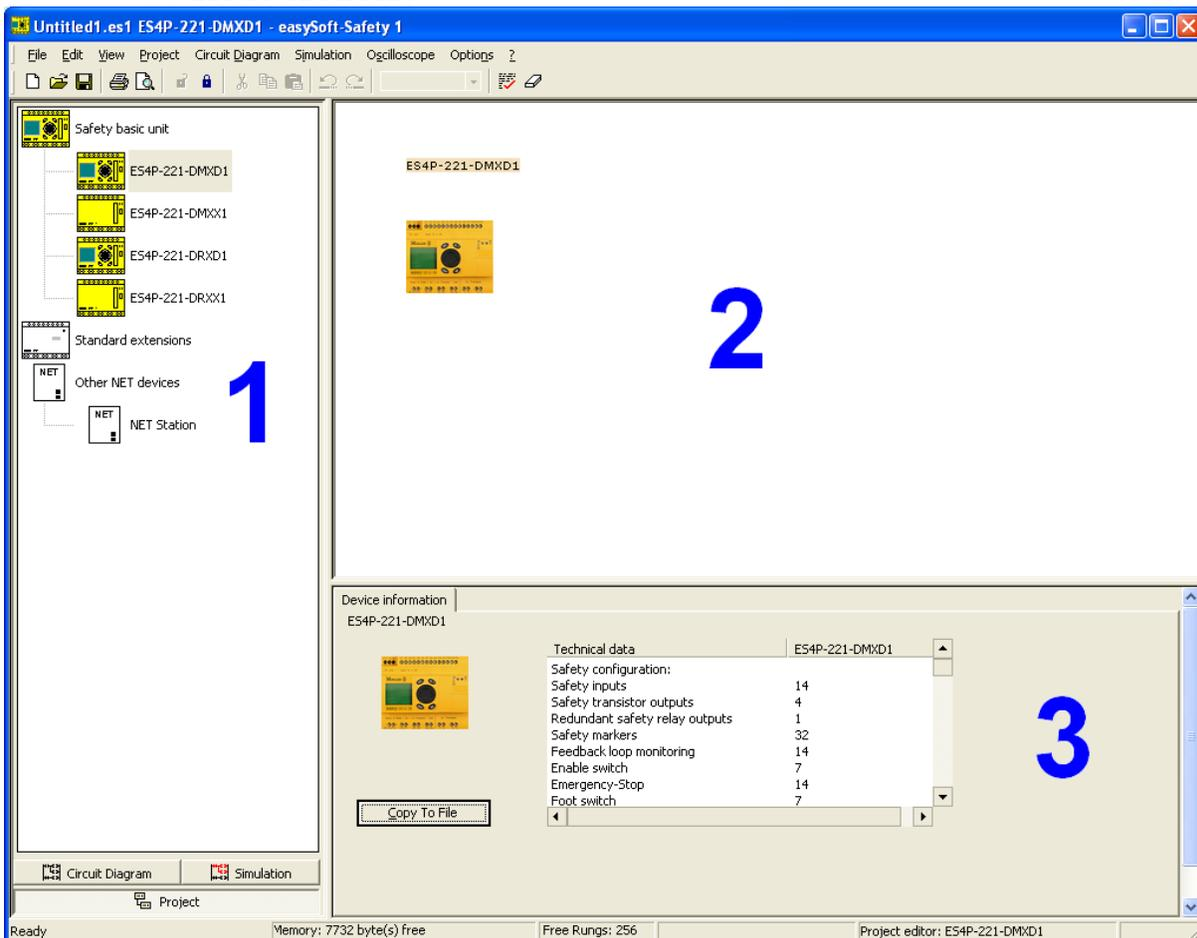

Рисунок 32 – Окно проекта пользовательского интерфейса
- При отображении главного окна проекта – панель инструментов показывает все реле управления безопасностью, стандартные расширения стандарта реле управления и другие станции СЕТИ, которые могут использоваться в проекте (рисунок 32).
- При отображении главного окна проекта – предлагается поле для установки выбранного аппарата из панели инструментов (рисунок 32) или для построения группы аппаратов, связанных между собой сетью «EasyNet».
- При отображении главного окна проекта – показываются параметры (сведения о количестве входов и выходов устройства и т.д.) выбранного устройства (рисунок 32).